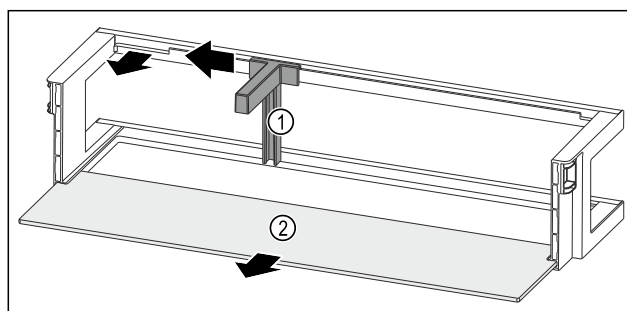

Fig. 92 Türabsteller mit Flaschenhalter und Abstellfläche
- ▶ Flaschenhalter Fig. 92 (1) bis zur Aussparung zur Seite schieben.
- ▶ Flaschenhalter Fig. 92 (1) entnehmen.
- ▶ Abstellfläche Fig. 92 (2) entnehmen.